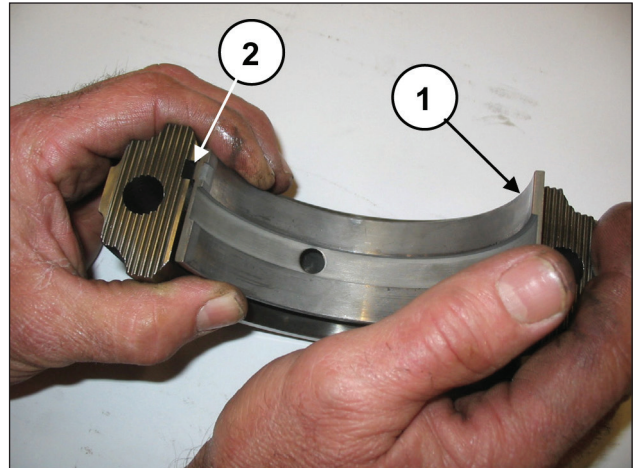

Fig. 59
Monter les demi-coussinets inférieurs sur les chapeaux (rep. ①, Fig. 59) en s'assurant que la languette de repère des demi-coussinets se trouve dans son logement sur le chapeau (rep. ②, Fig. 59).